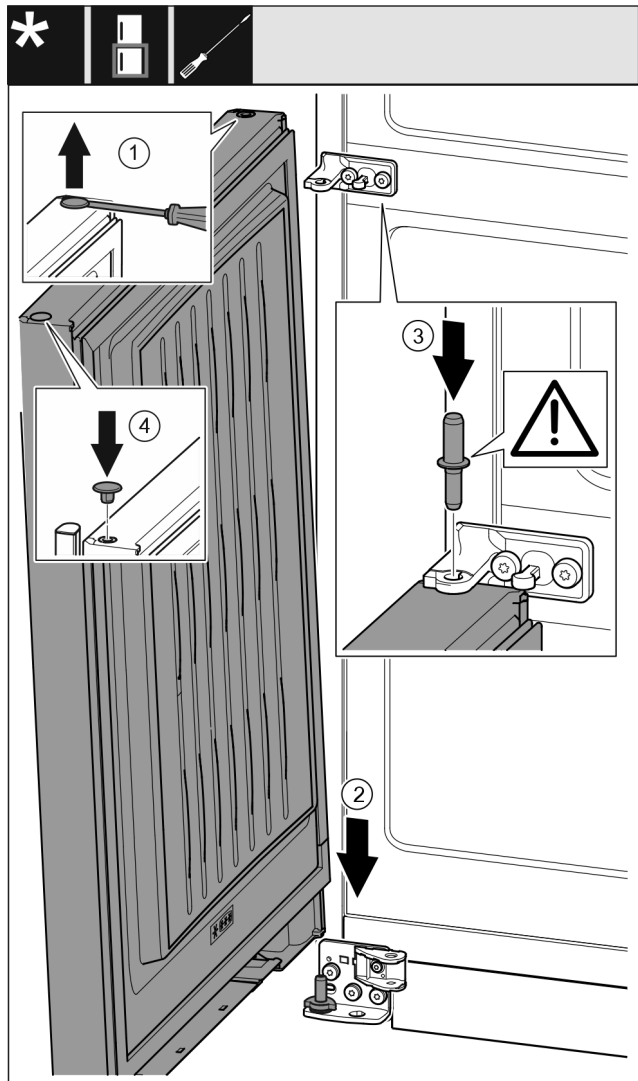

Fig. 35
- ▶ Podważyć ostrożnie zatyczkę Fig. 35 (1) przy pomocy śrubokręta i wyjąć.
- ▶ Założyć drzwi Fig. 35 (2) od góry na dolny trzpień zawiasu.
- ▶ Przełożyć środkowy trzpień zawiasu Fig. 35 (3) przez środkową płytkę zawiasu, wkładając go w dolne drzwi. Zwrócić przy tym uwagę, by krzywka zatraskowa wskazywała do tyłu.
- ▶ Założyć zatyczkę Fig. 35 (4) ponownie z drugiej strony drzwi.